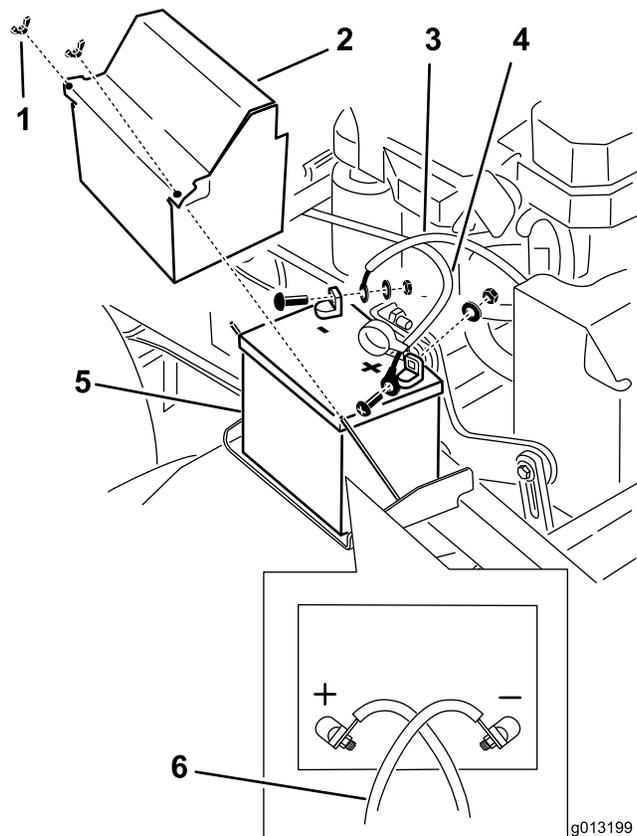

図 52
3. バッテリーのマイナス端子からマイナスバッテリーケーブルを外す 図 52。
5. 赤いプラス+ケーブルを取り外す 図 52。
6. バッテリー押さえプレートを外し 図 52、バッテリーを取り出す。
1. バッテリーを車体に載せる 図 52。
3. プラスケーブル赤を、バッテリーのプラス+端子にはめ、ボルト、ワッシャにナットを締め付けて固定する 図 52。
5. マイナスケーブルとアース線を、バッテリーのマイナス-端子にはめ、ボルト、ワッシャにナットを締め付けて固定する 図 52。
注 バッテリーケーブルが互いに交差するのが正しい配線です 図 52。